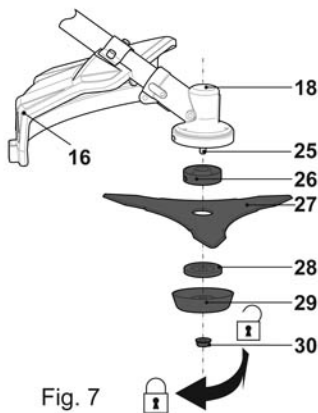

Fig. 7
- > Visser l'écrou bridé dans le sens de rotation indiqué, à l'aide de l'outil multi-usage [39] (Fig. 7).